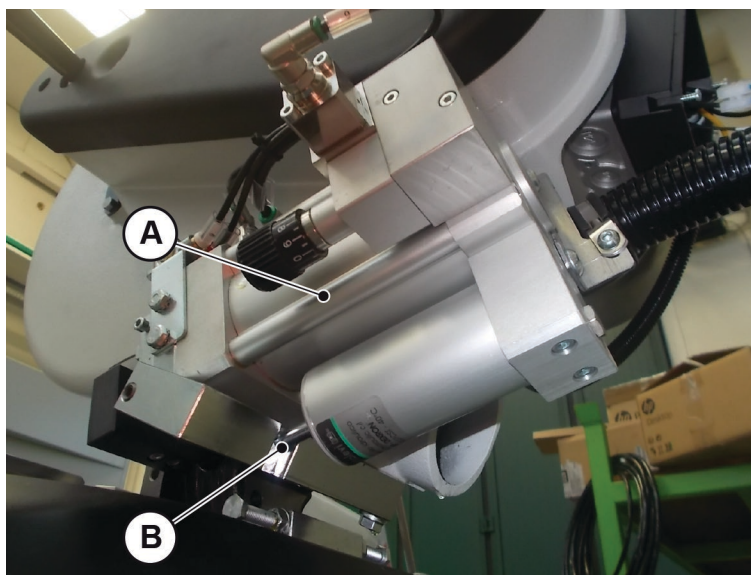

Fig. 09-03
- Frecuencia semanal: Verificar que el cilindro oleoneumático “**A**” (**Fig. 09-03**) no se haya descargado de aceite, de lo contrario ya no sería posible ajustar la velocidad de corte y esto podría afectar la integridad del disco: si el perno “**B**” (**Fig. 09-03**), que normalmente sale del cuerpo cilindro como se ilustra en la figura, está completamente incorporado en el cuerpo del cilindro y esto significa que ya no hay aceite, por tanto es necesario sustituir el cilindro de inmediato.